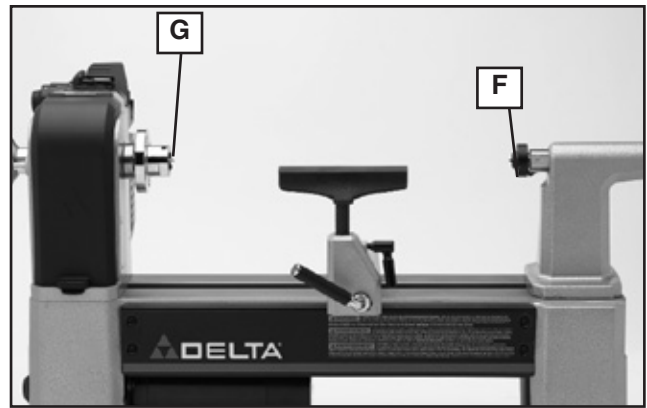

Fig. 5
**⚠ AVERTISSEMENT :** Pour réduire le risque de blessures, s'assurer que la section conique de la pointe à griffe (G) est propre avant de remonter la pièce sur l'arbre de la poupée fixe.
La pointe à griffe (G), fig. 5, et la pointe d'entraînement (F) s'utilisent conjointement (comme montré à la fig. 5) pour tourner des pièces d'au plus 419 mm (16-1/2 po) de longueur.